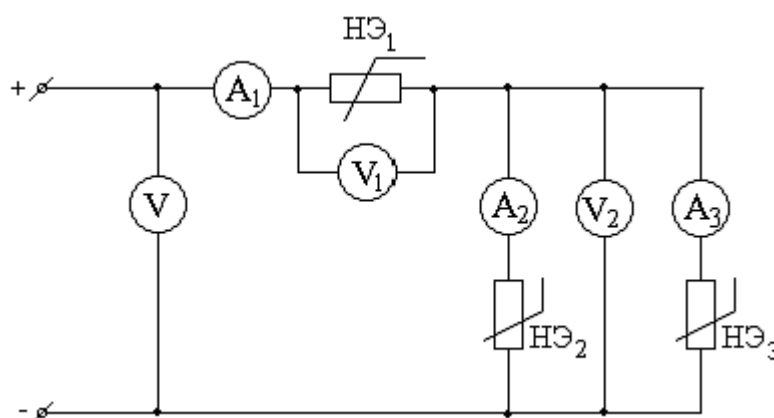

Рисунок 5.1 - Схема смешанного соединения НЭ
5.2.4 Собрать схему (рисунок 5.1). Записать показания всех приборов при напряжении на входе порядка $15 \div 20$ В.